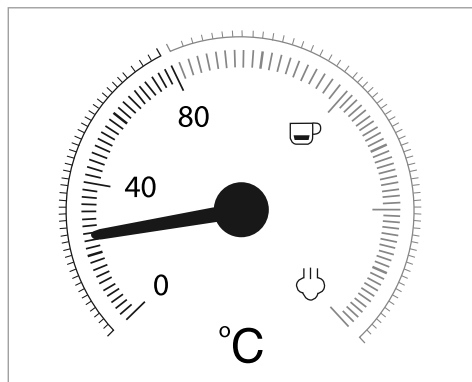

Figura 1
La visualizzazione della temperatura (2) indica a quale temperatura si è riscaldato l'apparecchio (Figura 1).